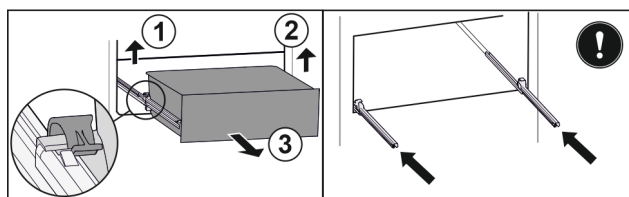

Fig. 118
- Nosta vasenta pidikettä ja vedä samalla vetolaatikkoa vasemmalta eteenpäin. Fig. 118 (1)
- Nosta oikeanpuolista pidikettä ja vedä samalla vetolaatikkoa oikealta eteenpäin. Fig. 118 (2)
- Poista vetolaatikko vetämällä sitä eteenpäin. Fig. 118 (3)